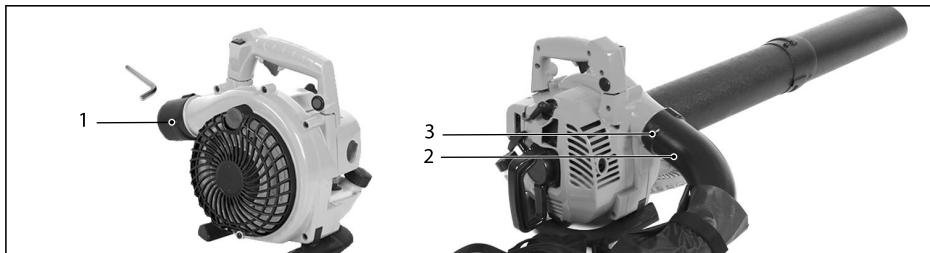

Рис. 3
1. За допомогою штифтового ключа (в комплекті) відкрутіть болти на силовій головці (1).
2. Вставте кінець трубки колекторного мішка в корпус головки силової головки (2), а потім штовхніть машину до упору.
3. Знову встановіть болти силової головки. (3)
4. Щоб видалити, цей процес повторити в зворотньому напрямку (Рис.3)